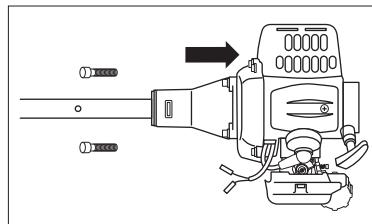

fig. 4
5. Befestigen Sie den Schaft am Motor mit vier Schrauben (Abb. 4).